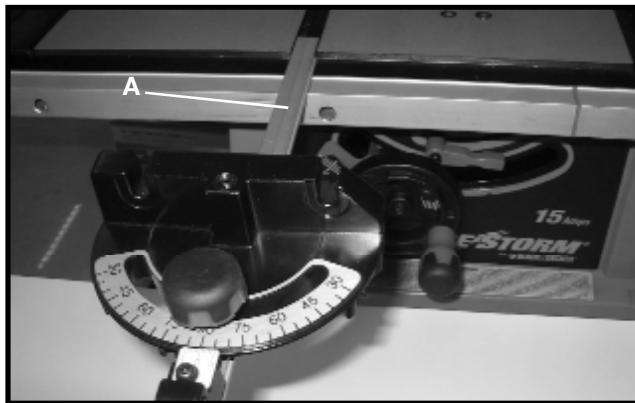

Fig. 23
El calibrador de inglete se envía completamente ensamblado y se proporciona con una barra de calibrador de inglete con una ranura en forma de T (A), Fig. 23, que se inserta en cualquiera de las dos ranuras del calibrador de inglete en forma de T ubicadas en la parte superior de la mesa, como se ilustra. El calibrador de inglete con ranura en forma de T evita que el calibrador de inglete se extienda más allá del frente de la mesa al cortar transversalmente piezas de madera muy anchas.